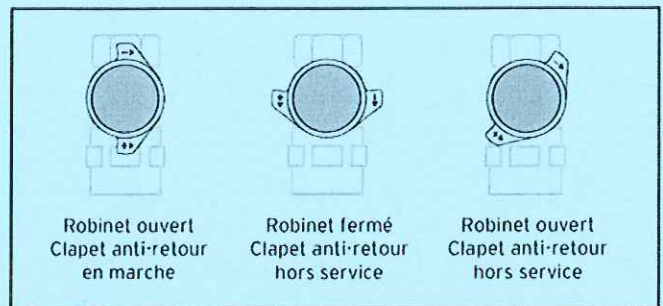

Fig. 3.1 Les trois positions du robinet à boisseau sphérique (respectivement de la soupape à trois voies) avec clapet anti-retour intégré
- Ouvrez les deux soupapes de la pompe de remplissage et les robinets de remplissage/vidange (1) et (7) ainsi que le robinet à boisseau sphérique (3).
- Fermez la soupape à trois voies (2) (position horizontale, cf. fig. 3.1) puis mettez en marche la pompe de remplissage.